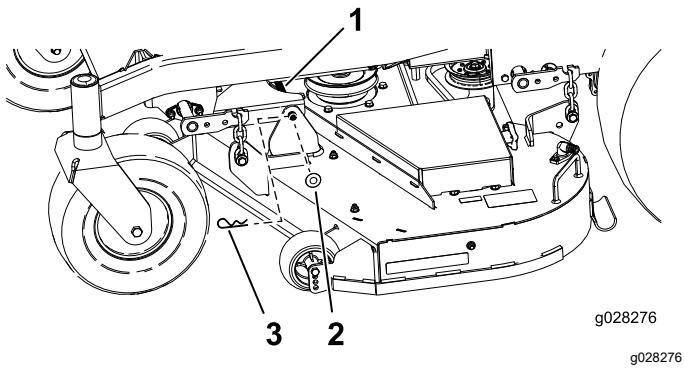

Figure 66
5. Retirez la goupille fendue et la rondelle qui fixent la barre de liaison au cadre et au tablier, et enlevez la barre de liaison (Figure 66).
9. Fixez la barre de liaison avec les goupilles fendues et les rondelles retirées précédemment (Figure 66).